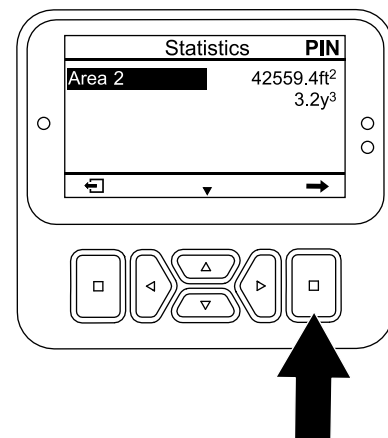

図 100
2. 統計画面で、領域 2 オプションが選択されるまで下ボタンを押す (図 100)。